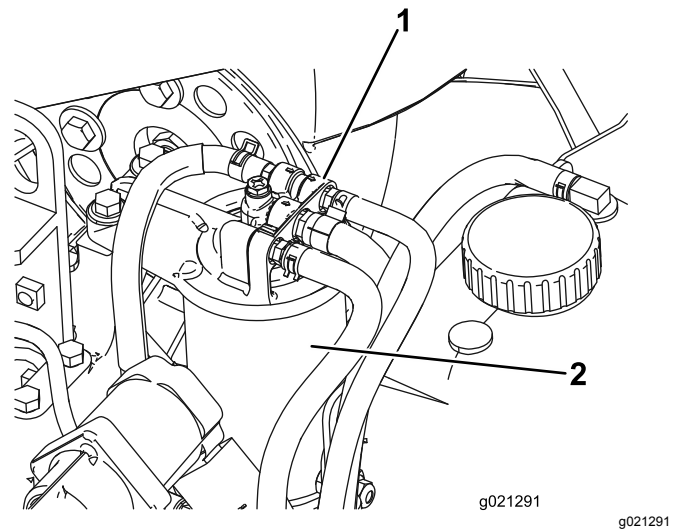

Bild 59
1. Reinigen Sie den Bereich um den Kraftstofffilterkopf (Bild 59).
2. Entfernen Sie den Filter und reinigen die Kontaktfläche (Bild 59).